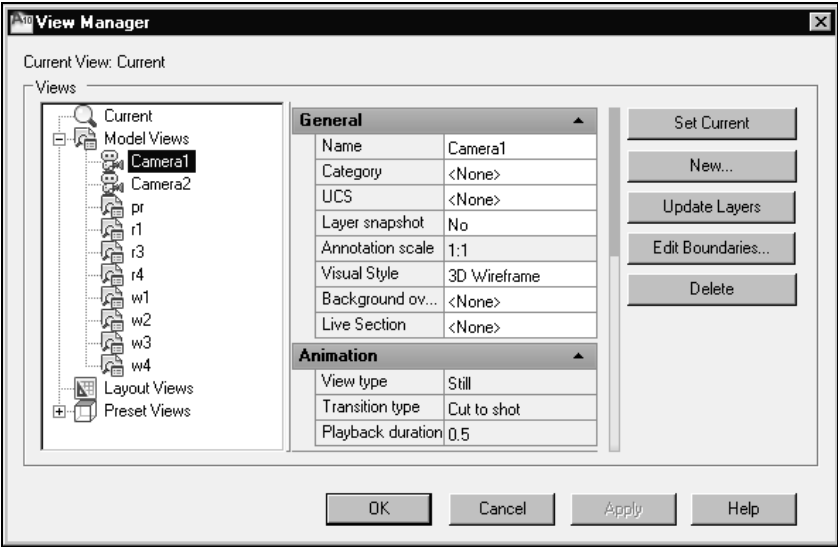

Рис. 8.17. Выбор редактируемой камеры в диспетчере видов **View Manager**
2. В появившемся диалоговом окне **View Manager** (Диспетчер видов) выберите из списка в левом поле редактируемую камеру (рис. 8.17).
Для выключения штурвала нужно нажать клавишу <Esc> либо повторно щелкнуть кнопку на ленте или в строке состояния. Закрывает штурвал и щелчок на крестике в правом верхнем его углу (см. рис. 8.17).